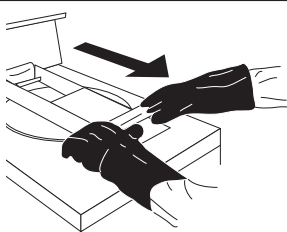

Рисунок 10
- А. Положите обе руки на рукоятку для опускания крышки. (Рисунок 10)